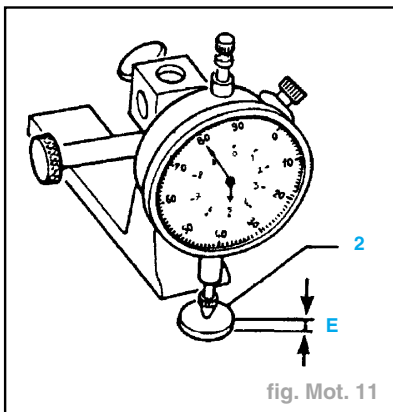

fig. Mot. 11
- les poussoirs (1),
- les grains de réglage (2)
- Mesurer l'épaisseur (E) des grains de réglage (2) (fig. Mot. 11).
- Déterminer l'épaisseur des grains de réglage (2) à monter, en se reportant à l'exemple (colonne A ou B) du tableau suivant.